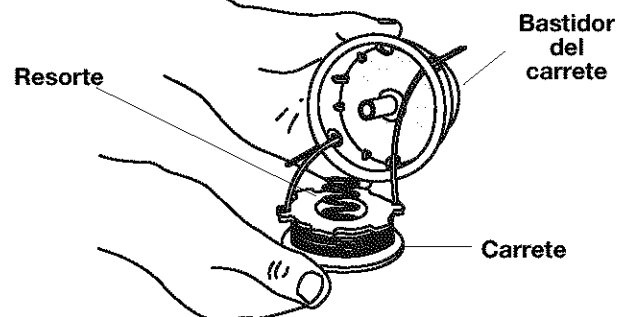

Fig. 26
1. Inserte un extremo de la línea a través de cada ojalillo en el bastidor del carrete, e inserte el carrete y el resorte nuevamente en el bastidor del carrete (Fig. 26).